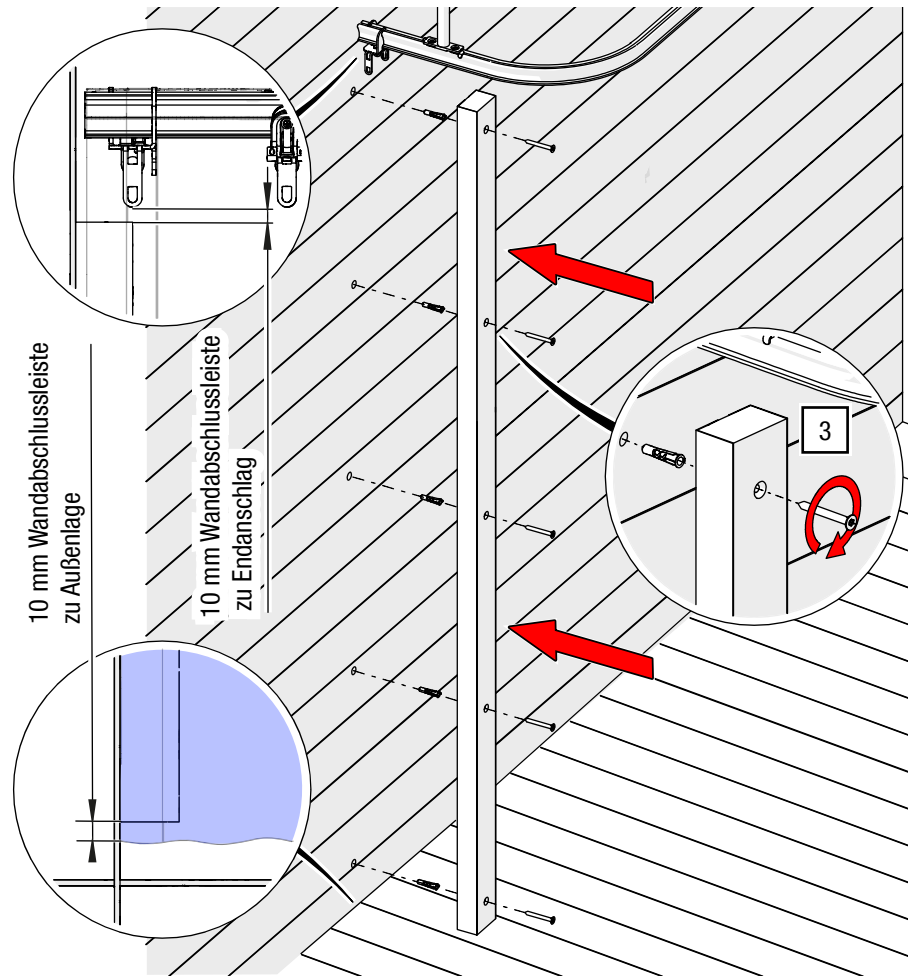

Abb. 86: Wandabschlussprofil – an Wand anschrauben
1. Messen Sie die verfügbare Höhe für das Wandanschlussprofil und sägen Sie das Wandanschlussprofil zu (siehe Abb. 86 für Randparameter).
Fügen Sie, wenn nötig, zwei Teilstücke zur notwendigen Gesamthöhe zusammen. Achten Sie auf notwendige Abstände von Außenlagen und Feststeller (siehe Abb. 86).
3. Montieren Sie das Wandanschlussprofil mit für den Untergrund geeignetem Montagematerial (siehe Abb. 86).